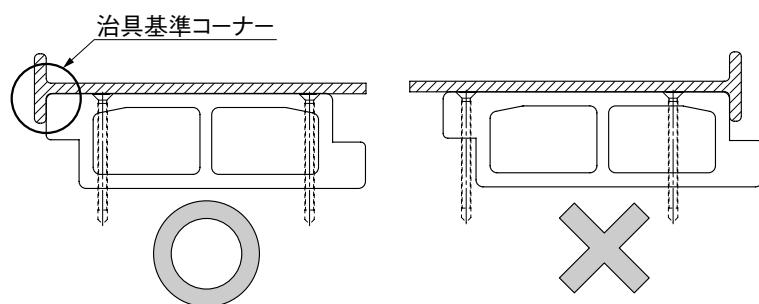

図4-3 固定ネジ治具使用例
- 床板目地ピッチは約5mmです。付属の固定ネジ治具を利用して下さい。(図4-2、図4-3参照)
- 内面床板に固定ネジ治具で下孔位置を加工する際、治具の当て方に注意してください。基準方向を間違えるとネジが補強部分から外れます。(図4-3参照)